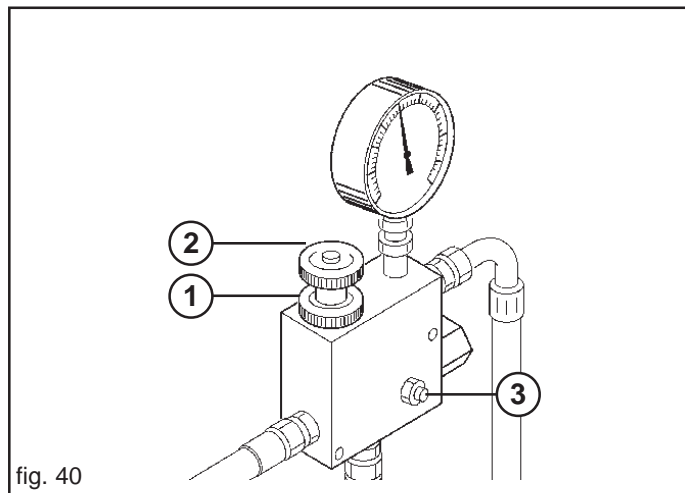

fig. 40
Wenn man die Gebläseumdrehungen für die Verteilung von schwereren Samen erhöhen will, mit Vorsicht und Achtung wie folgt vorgehen (Abb. 40):
- b) Sicherung vom Regelventil (1, Abb. 40) lockern;
- b) Regelventil (2, Abb. 40) im Uhrzeiger- oder Gegensinn drehen um den Druck zu senken oder zu erhöhen und daher die Gebläseumdrehungen zu ändern.